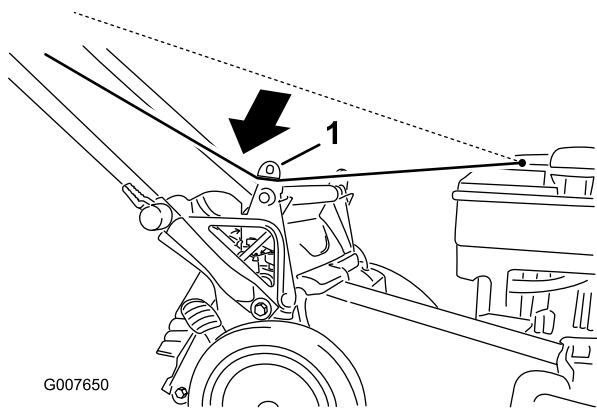

Рисунок 24
1. Проложите трос стартера вокруг нижней направляющей троса (Рисунок 24).